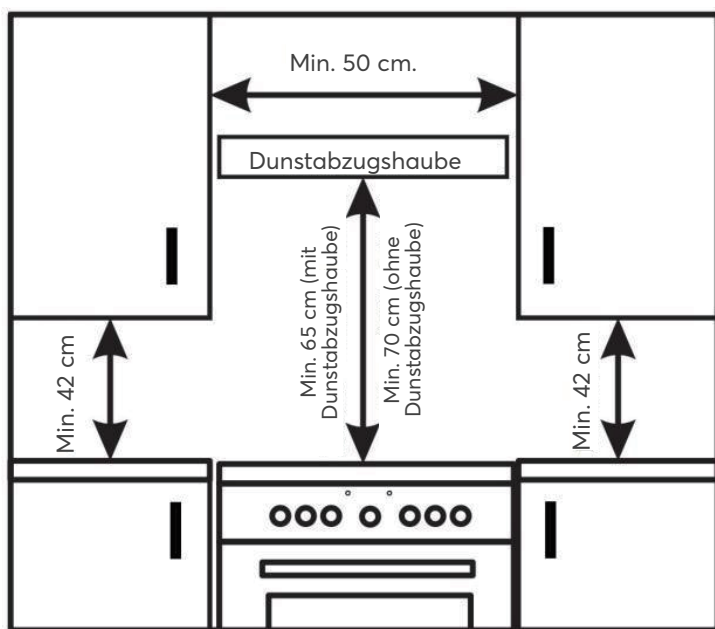

Abbildung 1
4. Hängen Sie Oberschränke neben der Dunstabzugshaube mit einem Mindestabstand von 42 cm zum Kochfeld auf, wie in Abbildung 1 dargestellt.
5. Sollte der Herd unter einem Oberschrank installiert werden, muss dieser mindestens 70 cm vom Kochfeld entfernt sein, wie in Abbildung 1 dargestellt.
6. Der Ausschnitt für den Herd muss die in Abbildung 1 angegebenen Maße haben.